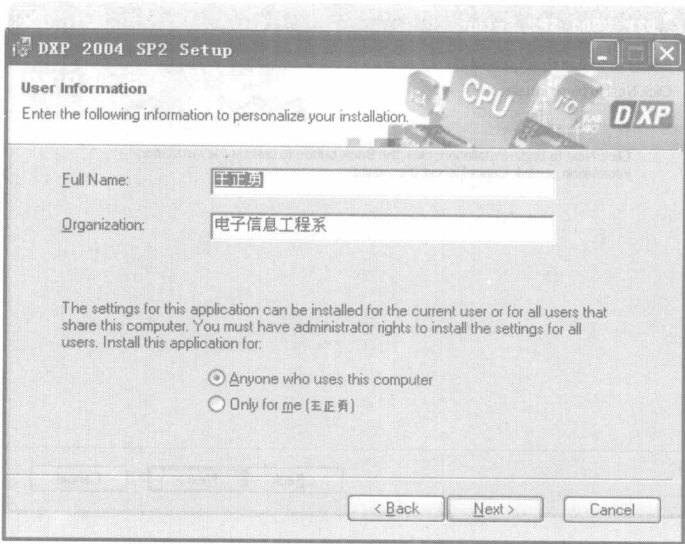

图 1-3 输入用户信息
3. 单击 **Next >** 按钮,弹出如图 1-3 所示的输入用户信息窗口。在《Full Name》和《Organization》文本框中分别输入用户和机构名称,并对 Protel DXP 2004 安装后的使用权限进行简要的设置。